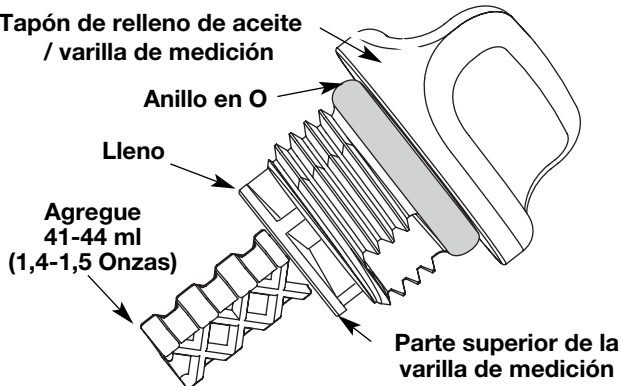

Fig. 24
- Retire el tapón de relleno de aceite / varilla de medición e inspeccione el nivel del aceite. El aceite debe llegar hasta la parte superior de la varilla de medición (Fig. 24).